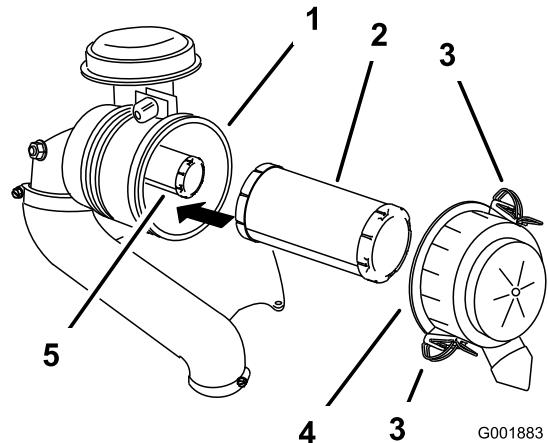

Figura 56
3. Abra los cierres del limpiador de aire y tire de la tapa de la entrada de aire para separarla del cuerpo del limpiador de aire (Figura 56).
5. Extraiga con cuidado el filtro primario de la carcasa del limpiador de aire (Figura 56).
2. Si va a cambiar el filtro interior, deslícelo cuidadosamente en el cuerpo del filtro (Figura 56).
3. Deslice cuidadosamente el filtro primario por encima del filtro de seguridad (Figura 56).
4. Instale la tapa del limpiador de aire y fije los cierres (Figura 56).